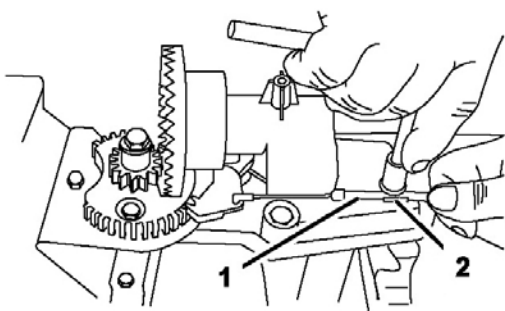

Рисунок 47.
2. Ослабьте болт на зажиме троса (Рис. 47).
Возьмите рубашку троса и двигайте его вперед машины, пока защелка желоба выброса полностью не зацепит зубцы редуктора (Рис. 47 и 48).